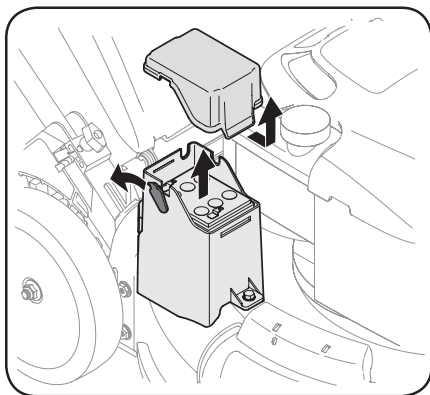

Figura 4-10
- Quite los conductores positivos y negativos de la batería y tire hacia arriba la batería para retirarla. Vea la Figura 4-10.